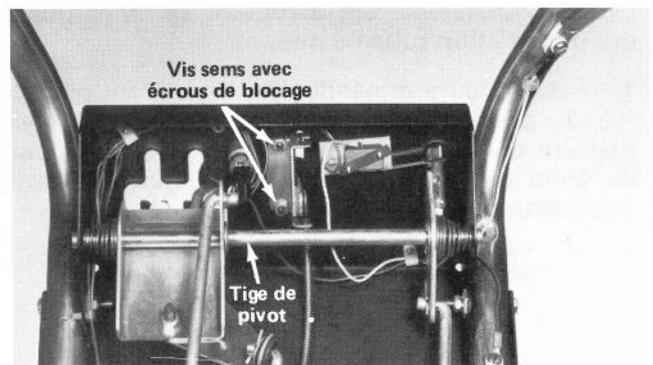

Figure 4
2. Par derrière, glissez le levier de commande des gaz devant la tige du pivot et dans la fente du tableau de commande. Ensuite, fixez la plaque de commande des gaz à l'aide des deux vis sems à tête hexagonale avec écrous de blocage (Fig. 4).